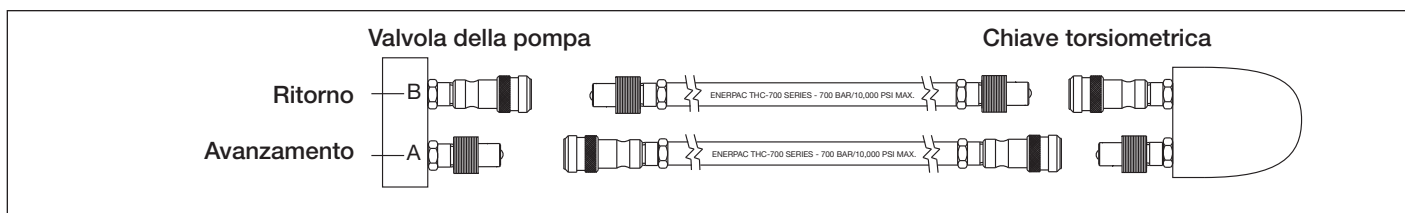

Figura 5
Collegare i tubi flessibili come mostrato in Figura 5
1. Tipo di pompa per coppia Enerpac Sx, Wx, RSL, HMT e DSX chiavi inglesi e altre marche. Usare tubi marcati "Enerpac THQ-700 series-700 bar/10,000 psi max.". I raccordi di accoppiamento debbono essere polarizzati come da Figura 5 per assicurare il corretto funzionamento della chiave. Accertarsi che i raccordi di accoppiamento siano completamente inseriti e stretti prima di iniziare il funzionamento. L'inserimento solo parziale di un raccordo di accoppiamento impedisce il funzionamento corretto della chiave.